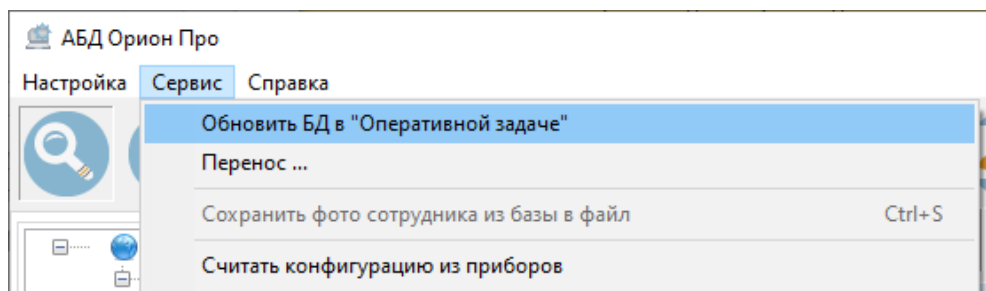

Рисунок 6-14 Обновление БД в Ядре опроса
- 2) выберите в контекстном меню команду «Обновить БД в «Оперативной задаче» (см. Рисунок 6-14).